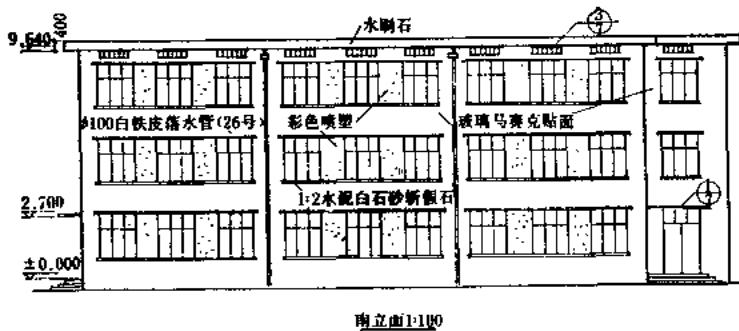

图 1-3 南立面图示意
(3) 识读建筑立面图：图1-3所示为教学楼的南立面图，识读方法如下：